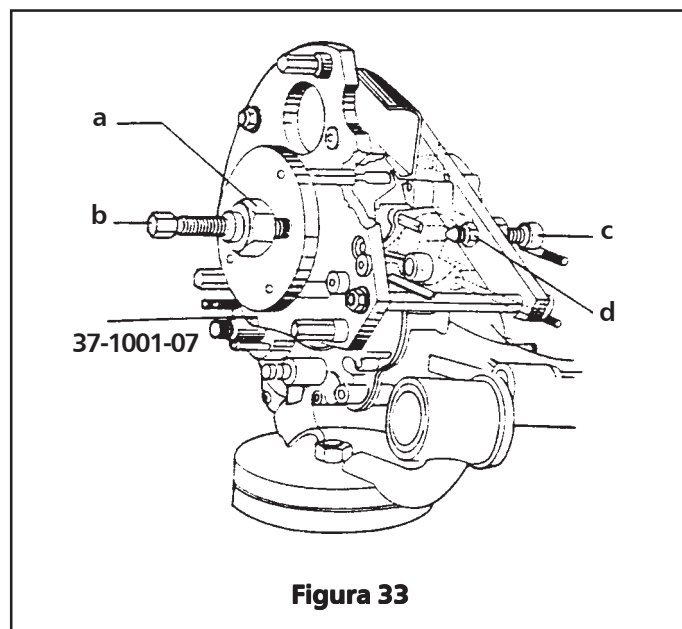

Figura 33
3. Monte la herramienta separadora 37-1001-07 como se muestra en la **figura 33**.